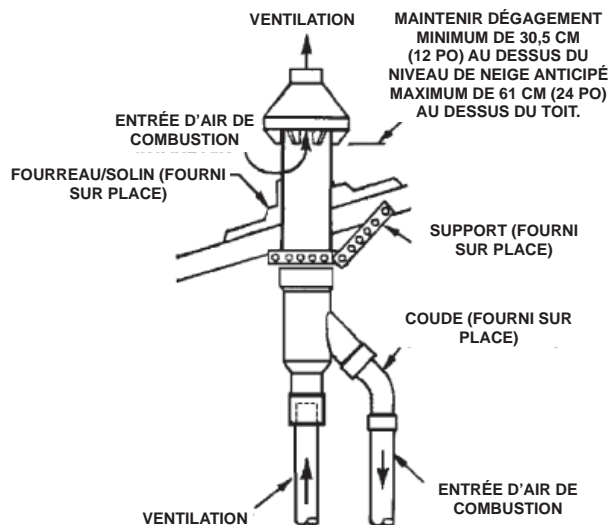

Figure : 27
- Fixer l'ensemble à la structure du toit tel qu'illustré dans la « Figure : 27 » à l'aide du cerclage en métal fourni sur site ou de matériaux de support équivalents.
REMARQUE : S'assurer que la hauteur de la terminaison soit au dessus de la surface du toit ou du niveau de neige anticipé tel qu'illustré à la « Figure : 27 ».
- Cimenter les tuyaux d'entrée d'air de combustion et de ventilation du chauffe-eau à l'ensemble terminaison de ventilation concentrique. Voir « Figure : 27 » pour un raccordement de tuyau approprié.